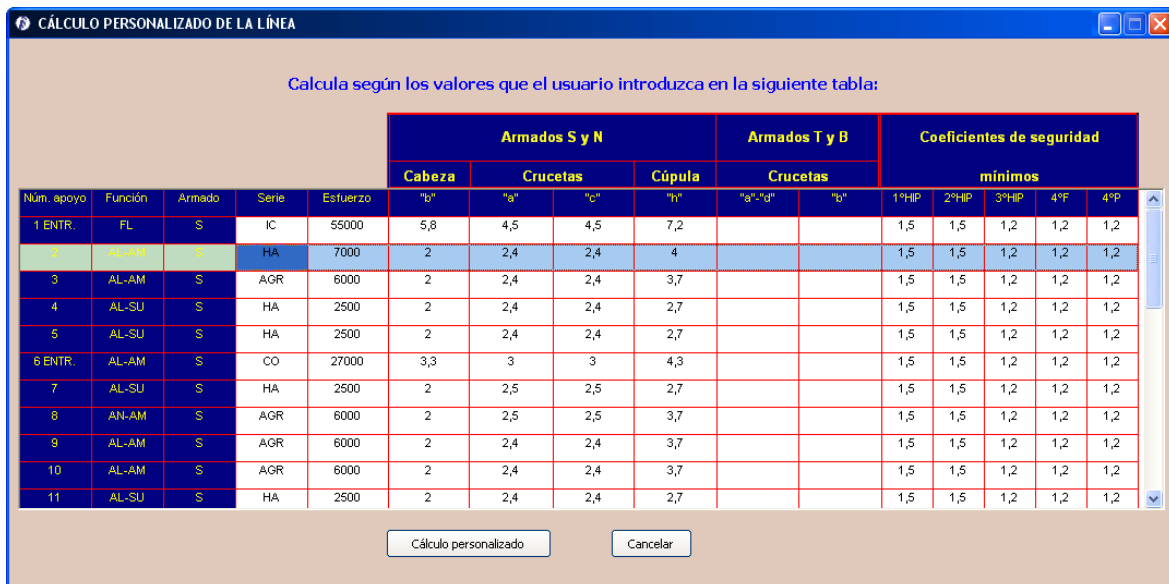

Figura 6.8. Opciones de cálculo personalizado
- Corrección personalizada (Figura 6.8) el usuario es llevado a la ventana de *cálculo personalizado* para que haga los cambios oportunos.